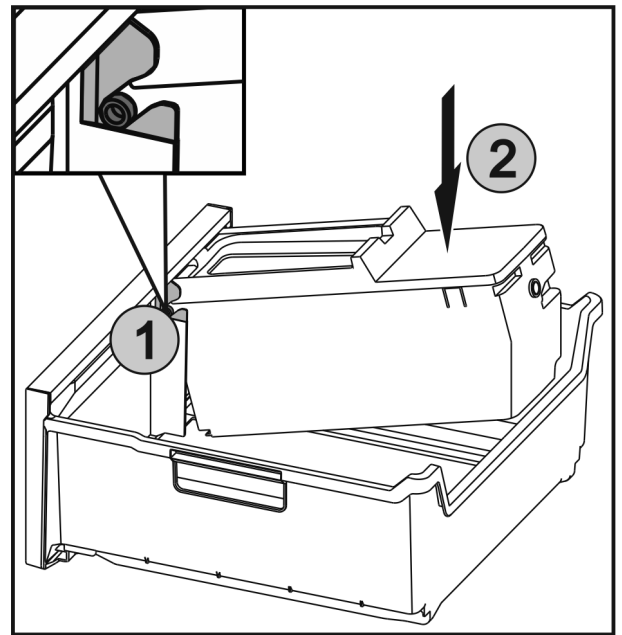

Fig. 54
- Inserire gli assi Fig. 54 (1) di EasyTwist-Ice nelle guide e premere la parte posteriore Fig. 54 (2) finché la linguetta non si innesta.